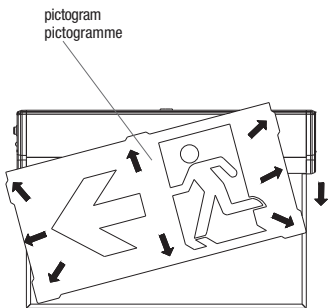

Fig. 1
3. Insert the pictogram into the body aluminum frame, make sure the pictogram direction is correct (Fig. 1).
3. Insérer le pictogramme dans le cadre en aluminium du boîtier, assurez-vous que le pictogramme soit orienté dans le bon sens (Fig. 1).